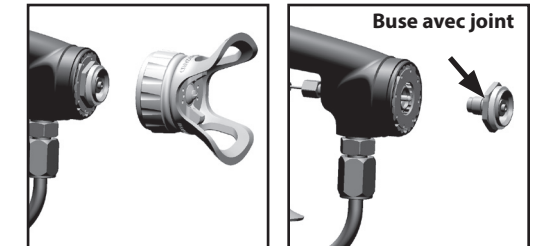

Fig. 4
1. Déposer le chapeau d'air ainsi que la buse de pulvérisation. (voir fig. 4).
5. Reposer le chapeau d'air ainsi que la buse de pulvérisation (voir fig. 4).